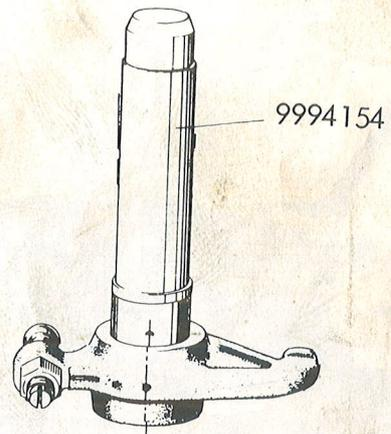

Figure 14. Echange des bagues de culbuteurs.
4. Les bagues de culbuteurs ovalisées par suite de l'usure doivent être remplacées. L'enlèvement et la mise en place des bagues se font avec un mandrin, en notant l'emplacement du trou de passage d'huile comme indiqué sur la figure 14. Après la mise en place, réaliser la bague jusqu'à avoir un ajustement glissant libre.